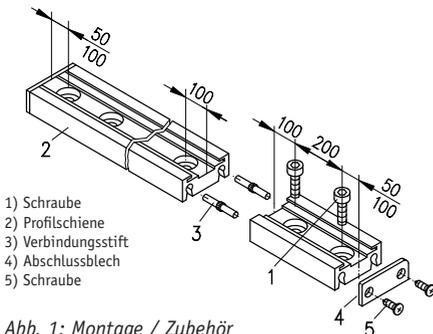
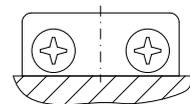

Abb. 1: Montage / Zubehör
Abb. 5
- Montagefläche für die Verschraubung der Profilschiene vorbereiten. Die Bohrungsabstände sind der Abb. 1 zu entnehmen.
- Profilschiene mit den mitgelieferten Schrauben (1) montieren (Abb. 1 + 2).
- Abschlussbleche (4) mit Schrauben (5) an der Profilschiene montieren (Abb. 5).
- Demontieren des Abschlussbleches (4).
- Die mitgelieferten Verbindungsstiften (3) in das angeschraubte Teilstück leicht einschieben, das neue Teilstück locker aufschieben und durch leichte Schläge auf das unbefestigte Schienenstück die Teile möglichst nahtlos verbinden (Abb. 1).